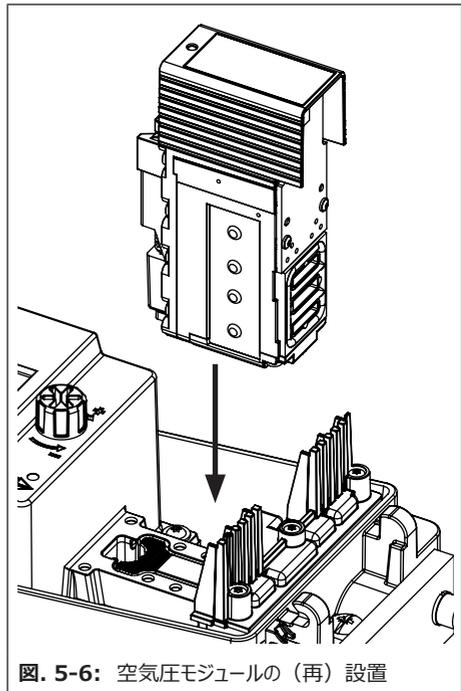

図. 5-6: 空気圧モジュールの (再) 設置
4. 図. 5-6 に示すようにモジュールを設置します。モジュールを表示画面の方に押し、ウェッジに沿って挿入します。